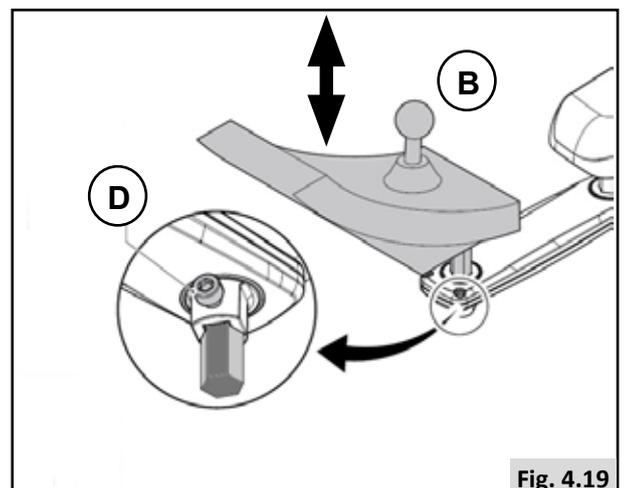

Fig. 4.19
Höhe der Steuerung voreinstellen (2) (Fig. 4.19).
1. Lockern Sie (D).
2. Schieben Sie (B) in die gewünschte Position.
3. Festziehen (D).